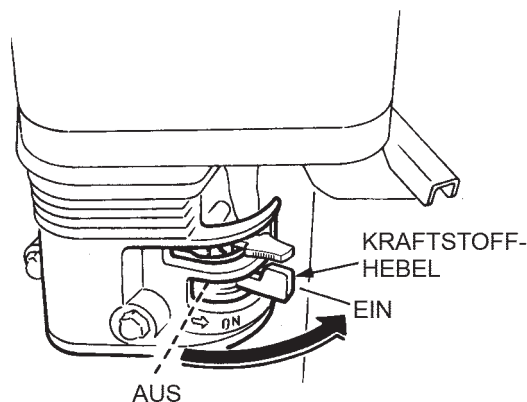

Abbildung 22. Kraftstoffventilhebel des Motors
1. Den **Kraftstoffventilhebel** des Motors (Abbildung 22) in die Stellung „**EIN**“ bringen.